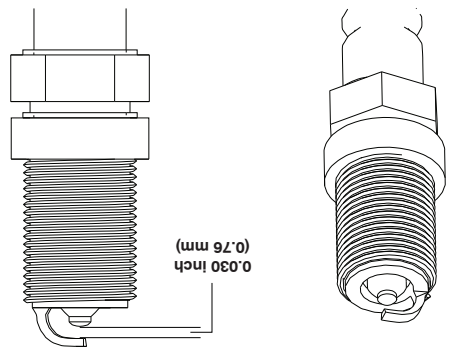

Figure 29
- 11. Régler l'écartement sur la bougie à 0,030 po (0,76 mm) (Figure 29).